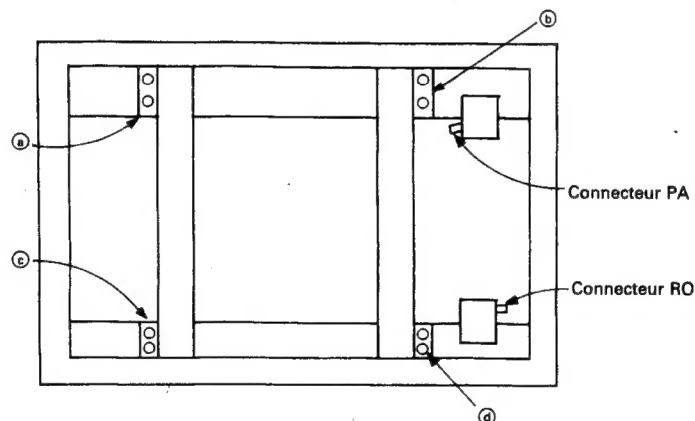
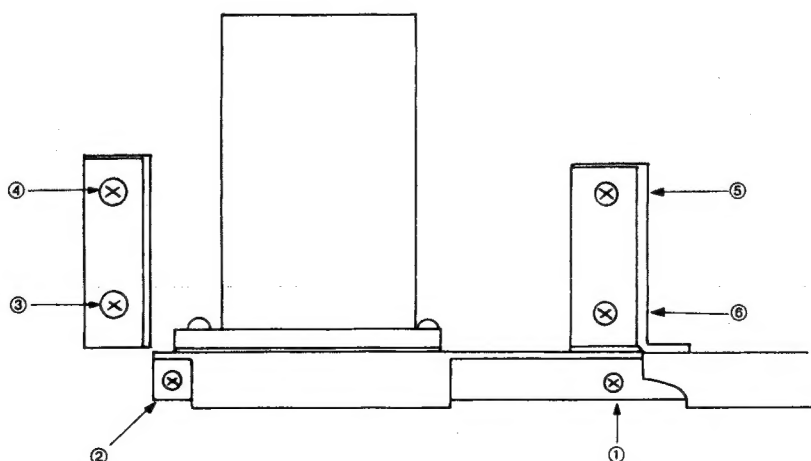

Figure 33 Unité de mécanisme de rotation (couvercle arrière démonté)
Figure 34 Vue arrière de l'unité de mécanisme de rotation (côté droit)
- (5) Enlever les huit vis, deux vis à chacun des endroits ①, ②, ③ et ④ indiqués à la Fig. 33.
- (6) Enlever les vis fixant provisoirement le tableau à feuille à écrire, et détacher celui-ci du corp principal. A ce moment, prendre soin de ne pas permettre aux conducteurs de l'unité de mécanisme de rotation de s'enlacer entre le corps principal et le tableau à feuille à écrire.
- (7) Enlever de l'unité de mécanisme de rotation (côté droit) les vis ①, ②, ③, ④, ⑤ et ⑥ indiquées à la Fig. 34, et détacher, du tableau à feuille à écrire, l'unité de mécanisme de rotation. Les mêmes procédés s'appliquent au démontage de l'unité de mécanisme de rotation gauche.
- (1) En se référant au plan de montage de l'unité de mécanisme de rotation donné dans la Fig. 34, aligner les trous de vis de l'unité de mécanisme de rotation avec ceux du tableau à feuille à écrire. Fixer ensuite provisoirement la vis ①; cette vis est utilisée comme vis de repère pour la décision de la précision de l'unité de mécanisme de rotation.
- (2) En se référant également à la Fig. 34, fixer provisoirement la vis ② qui est utilisée pour décider la précision dans le sens vertical, et serrer complètement la vis ①. Serrer ensuite la vis ② fermement et fixer les vis ③, ④, ⑤ et ⑥ dans cet ordre.
- (3) Les mêmes procédés s'appliquent au remontage de l'unité de mécanisme de rotation gauche.
- (4) Attacher le tableau à feuille à écrire, avec unité de mécanisme de rotation montée sur celui-ci, au corps principal et fixer provisoirement les deux vis au milieu du tableau, l'une à la partie supérieure et l'autre à la partie inférieure. (A ce moment, prendre soin de ne pas permettre aux conducteurs de l'unité de mécanisme de rotation de s'enlacer entre le tableau de mécanisme de rotation et le corps principal.)
- (5) En se référant à la Fig. 33, serrer les vis aux endroits a, b, c et d.
- (6) Brancher le conducteur de plongeur (provenant de l'unité de mécanisme de rotation) au connecteur de relais et les conducteurs (provenant du moteur) aux connecteurs RE et FF à la plaque à circuit imprimé. Disposer les conducteurs à l'aide des porte-conducteurs.
- (7) Enlever les deux vis fixant provisoirement le tableau à feuille à écrire et attacher la feuille à écrire au tableau selon l'instruction donnée dans "Remontage de la Feuille à Ecrire".
- (8) Remonter le couvercle arrière, l'imprimante, le guide de papier et la boîte à papier dans cet ordre au corps principal. Ainsi est achevé le remplacement de l'unité de mécanisme de rotation.